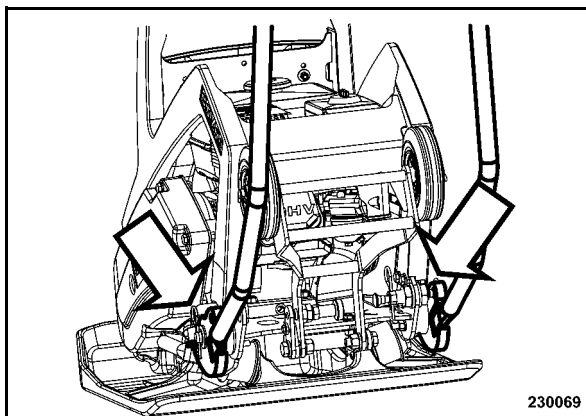

рис. 16
- Разжать направляющий бугель (рис. 16) и вставить в крепления.